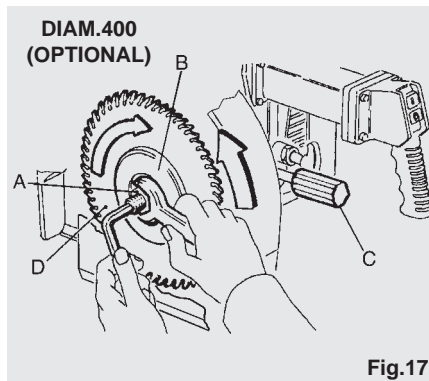

Fig.17
For at åbne afskærmningen skal man frigøre låsen med håndtaget (C), klappe den nederste del af afskærmningen helt ned og låse den der. Når afskærmningen er åben, har man fri adgang til savklings flange (B). Møtrikken (A) har venstregevind, og når man løsner den, skal man holde motorakslen fast med en unbrakonøgle og dreje møtrikken med uret med en gaffelnøgle som vist i fig. 17. Under dette arbejde skal man passe på ikke at skære sig på savklingen - det anbefales at bruge handsker. Herefter kan den udvendige flange (B) trækkes af, og der er fri adgang til savklingen (D). Denne trækkes af motorakslen mens
Vær altid opmærksom på hvordan tænderne vender på savklingen, og tjek at det svarer til fig. 17 herunder. Savklingen skal have en centralboring på  $\varnothing 30$  mm (1") og en udvendig diameter på max.  $\varnothing 400$  mm (14") eller  $\varnothing 450$  mm (16"), alt efter den monterede afskærmning og motoraksel.